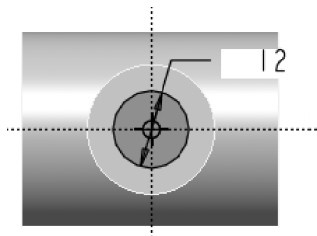
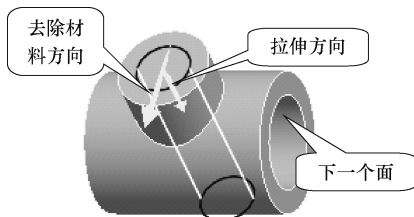

图4-62 草绘同心圆2
图4-63 预览竖直孔2
(16) 单击控制区的【应用】按钮完成水平圆柱孔的创建。
(17) 单击【拉伸】按钮，在对话框单击【移除材料】按钮，使其处于按下状态。
(18) 设置竖直圆柱的上顶面作为草绘平面，其余使用默认设置，进入草绘界面。
(19) 单击【圆心和点】按钮，绘制圆，将直径修改为“12”，如图4-62所示。
(20) 单击【草绘器工具】工具栏中的【完成】按钮，接受草绘图形，回到设计窗口。
(21) 单击对话框【拉伸深度类型】列表后的按钮，在弹出的列表中选择【到下一个】选项，拖动鼠标中键进行几何预览，如图4-63所示。